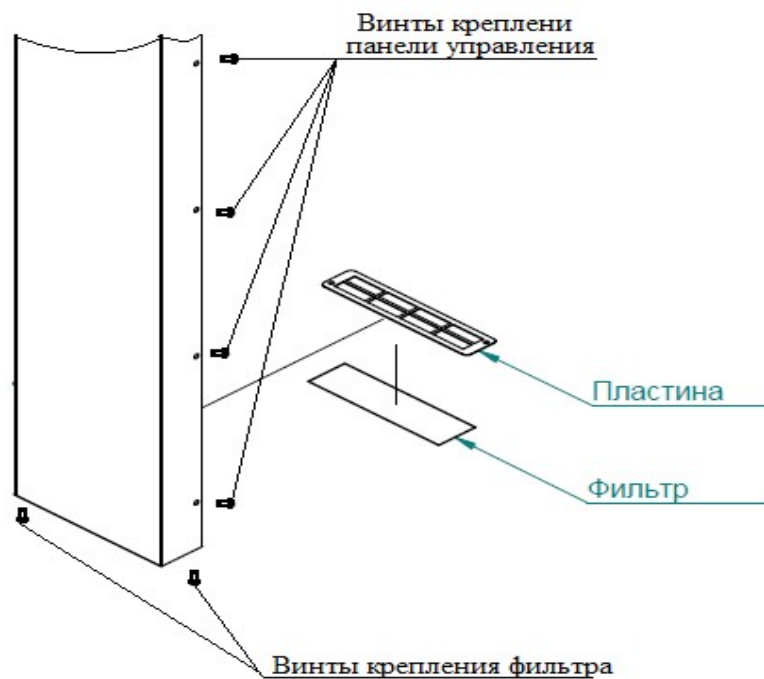

Рис.16 Замена воздушного фильтра
- откройте дверь пароконвектомата и снимите винты крепления панели управления (см. рис.16);